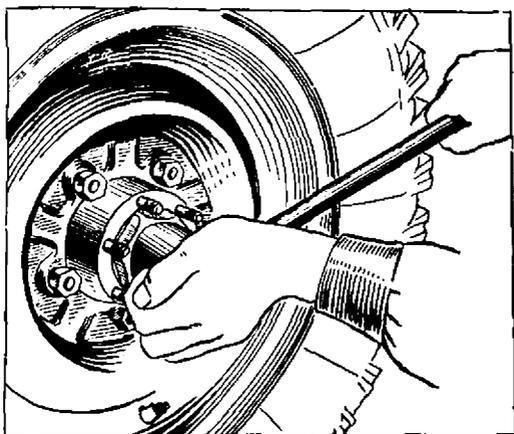

Рис. 90. Регулировка подшипников ступиц
6. Затянуть гайку регулировки подшипников ступицы с помощью ключа и воротка длиной 300--350 мм усилием одной руки до тугого вращения колеса на подшипниках (см. рис. 90).